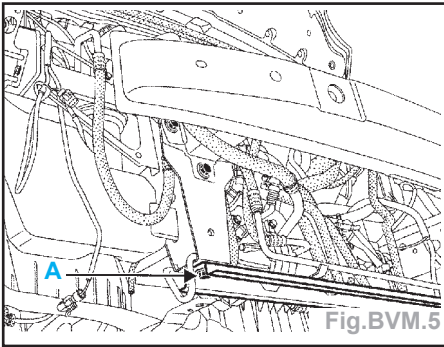

Fig.BVM.5
- le connecteur de marche arrière (A),
- les câbles de commande de vitesses (B).
- Dégraffer les deux faisceaux électriques de leur support de boîte de vitesses (C).
- Déconnecter la traverse du radiateur vis (A) et incliner l'ensemble vers l'avant, l'attacher afin de pouvoir déposer le carter d'insonorisation boîte (partie avant) (laisser l'ensemble radiateur/ventilateur sur la traverse lors de l'intervention) (Fig.BVM.5).